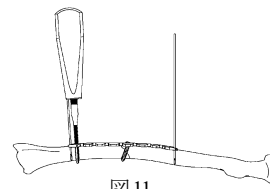

図 11
- 13) 骨質が硬い場合は、3.5 ロッキングスクリュー用タップ (グリップ型) で、プレタップを行います。(図 11)